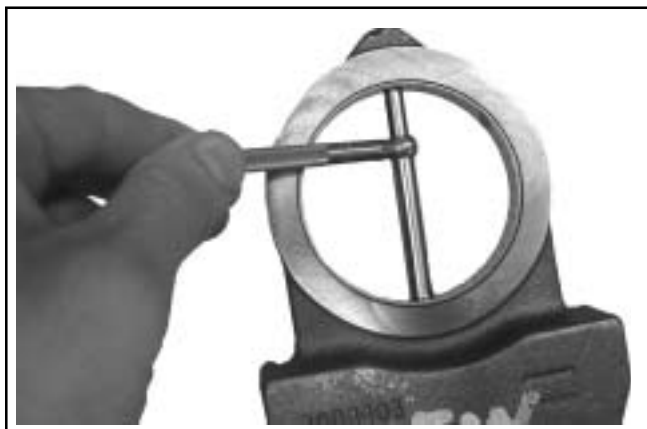

Figura 9-4. Medición de la superficie de apoyo del contrapeso.
1. Mida el diámetro interior de la superficie de apoyo del contrapeso con un micrómetro interior, un calibre telescópico o un calibre para diámetros interiores. Haga dos mediciones perpendiculares entre sí en cada peso. Ver Figura 9-4.